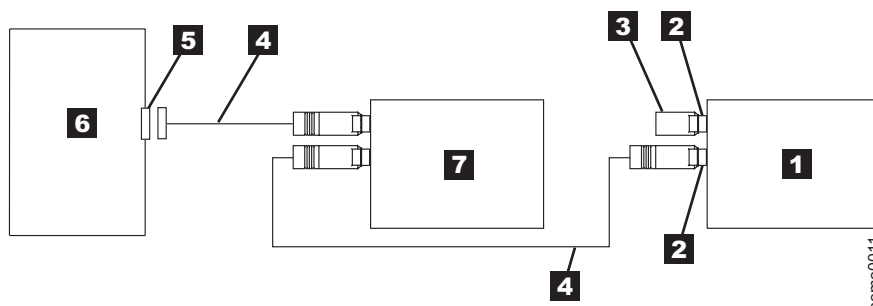

Figure 9. Exemple de connexion de plusieurs unités SCSI au serveur.. Vue du dessus.
- **Si l'unité n'est pas la seule unité connectée au bus SCSI**, connectez le câble de liaison SCSI à l'unité suivante connectée au bus, et branchez le module de terminaison sur la dernière unité du bus (voir figure 9).